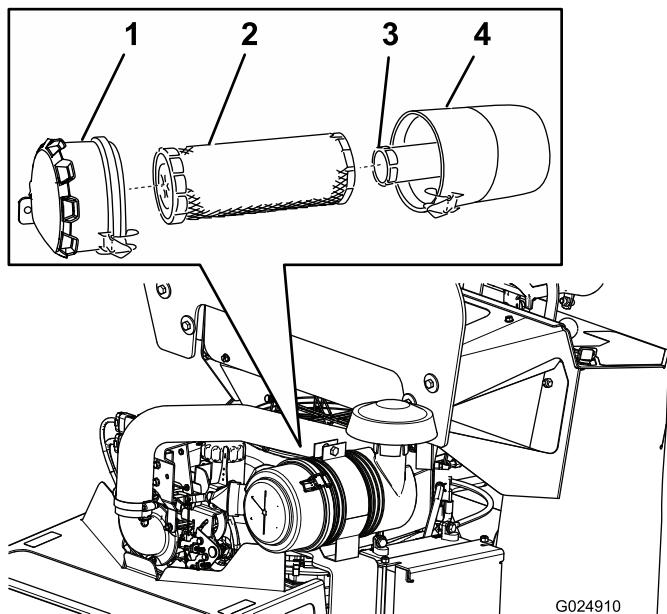

Figura 29
3. Liberte os trincos do filtro de ar e puxe a tampa para fora do corpo do filtro (Figura 29).
5. Deslize suavemente o filtro principal para fora do corpo do filtro (Figura 29).
2. Se substituir o filtro interior, deslize-o cuidadosamente para o corpo do filtro (Figura 29).
3. Deslize cuidadosamente o filtro principal sobre o filtro interior (Figura 29).
4. Faça deslizar a cobertura para o corpo do filtro de ar e prenda-a com os trincos (Figura 29).